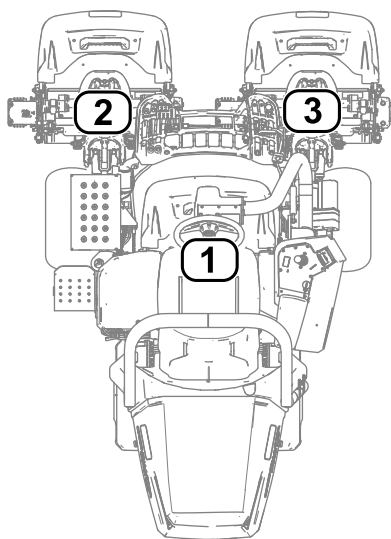

Figura 35
- **1** se refiere a la unidad de corte central (Figura 35)
- **2** se refiere a la unidad de corte delantera izquierda (Figura 35)
- **3** se refiere a la unidad de corte delantera derecha (Figura 35)